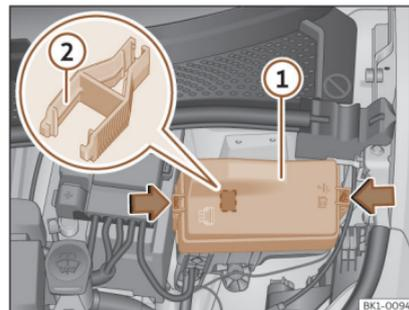

Fig. 153 En el vano delantero: tapa de la caja de fusibles.
- Presione las pestañas de bloqueo para desbloquear la tapa de la caja de fusibles >>> **fig. 153**.